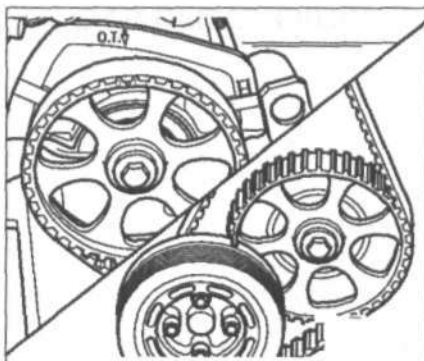

Рис. 5.8. Совместите метки ВМТ на шкиве коленчатого вала/демпфере с меткой на шкиве промежуточного вала.
16. Совместите метки ВМТ на шкиве коленчатого вала/демпфере с меткой на шкиве промежуточного вала (рис. 5.8).